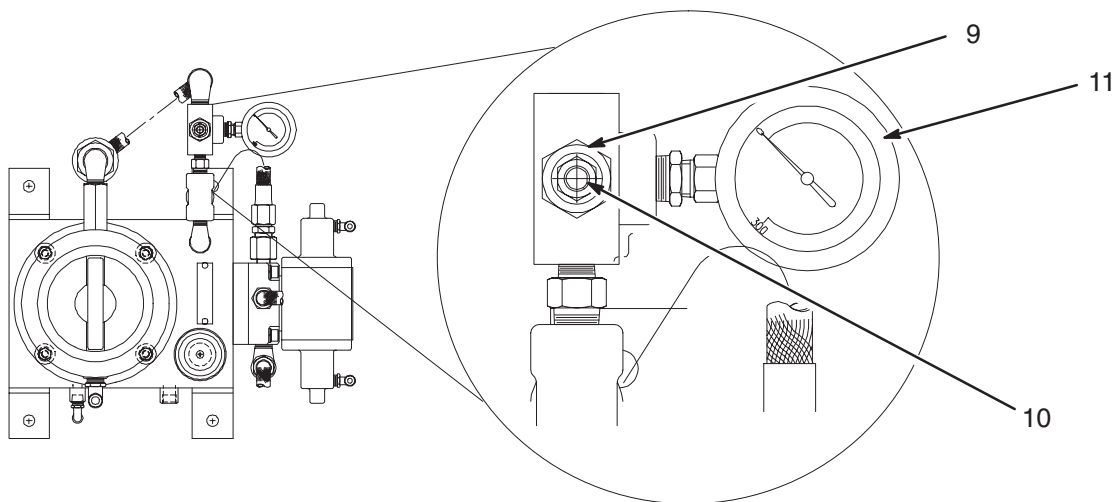
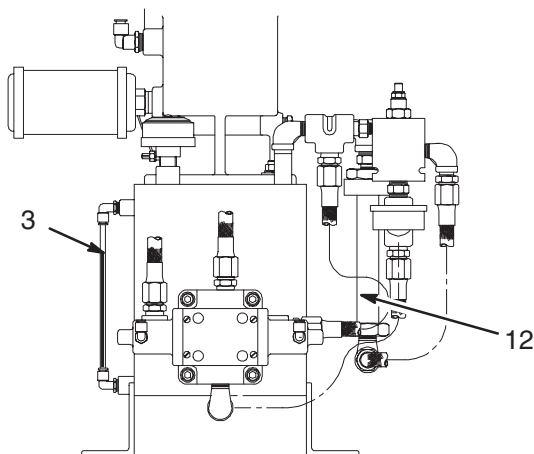

Fig. 12
Fig. 13
3. Impostare il regolatore del fluido idraulico (Fig. 12):
- a. Allentare il controdado (9) con una chiave da 14 mm.
- b. Impostare la pressione del fluido alla pressione desiderata girando la vite di regolazione (10) con una chiave esagonale da 4 mm. Osservare il manometro del fluido (11) per i cambiamenti.
- c. Serrare il dado di blocco (9).
5. Controllare il livello dell'olio idraulico (3) sull'unità di alimentazione idraulica (Fig. 13). Aggiungere altro fluido idraulico, se necessario.